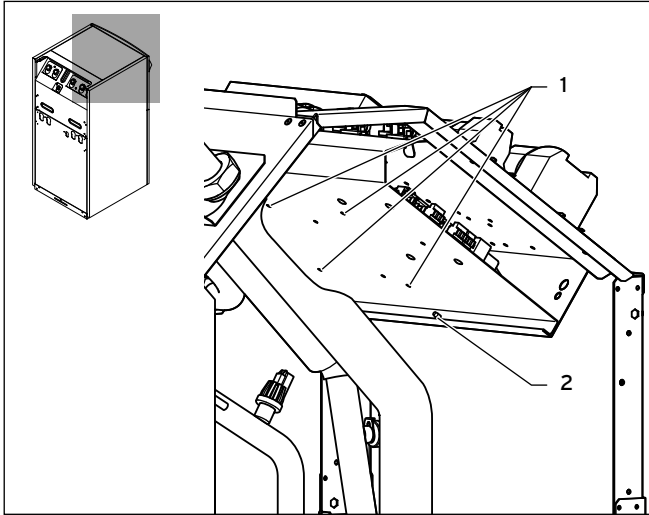

Fig. 4.4 Montage des éléments de fixation sur geoTHERM VWS/VWW/VWL-S ..1 et VWS ..4
- Branchez le câble d'entrée blanc (7) aux trois bornes de raccordement de droite (11).
- Branchez le câble de sortie noir (6) aux trois bornes de raccordement de gauche (12).
- Branchez le connecteur triple du câble de surveillance des phases de l'ASB (2) à la douille de surveillance de la suite des phases du compresseur.
- Reliez le connecteur du câble de surveillance des phases du compresseur (9) au connecteur double du câble de surveillance des phases de l'ASB (8).
- Montez le support de câble (10) à l'emplacement approprié dans la partie inférieure de l'armoire de commande afin de fixer le câble de surveillance des phases.
- Relevez de nouveau le niveau inférieur du coffret électrique et revissez la vis (→ Fig. 4.4, rep. 2).